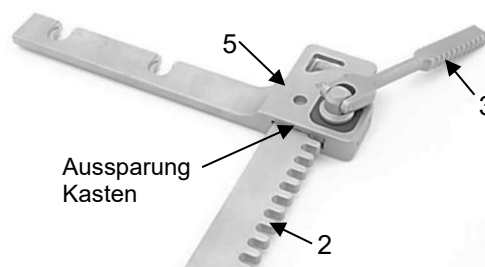

Abb. 8
Die Zahnstange (2) in die Aussparung des Kastens (5) einführen, bis das Ritzel des Antriebshebels (3) in die Zahnstange (2) greift (Abb. 8).